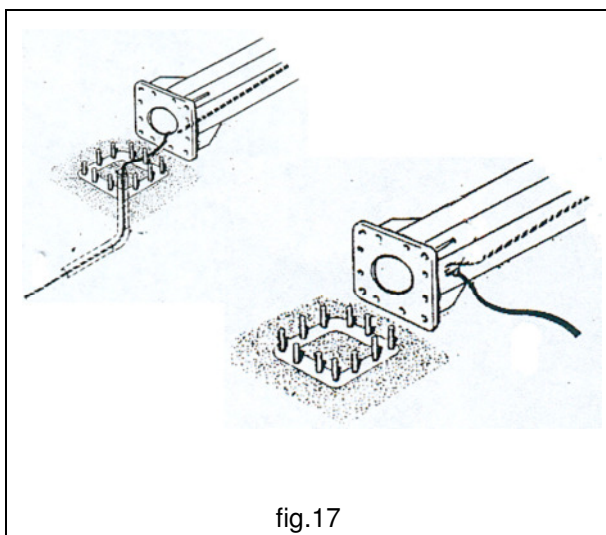

fig.17
2. Introduire le câble d'alimentation à l'intérieur de la colonne et le faire sortir du portillon d'accès et d'inspection au collecteur. Effectuer l'opération avec la colonne au sol. (fig.17).